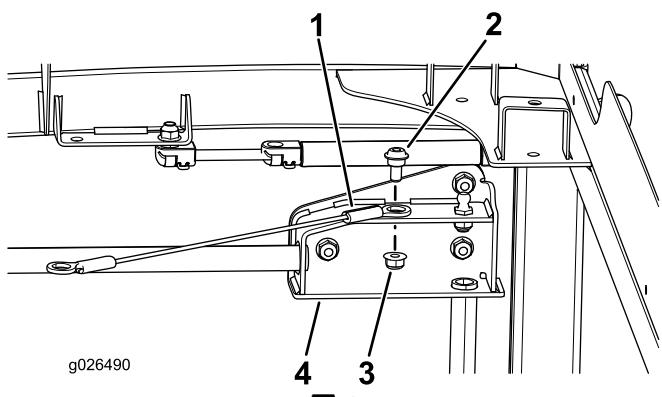

図6
- ランヤードをドアフレームの蝶番に取り付けるショルダーボルト5/16 x 1/2インチ、ロックナット5/16インチを使用して図6のように取り付ける。